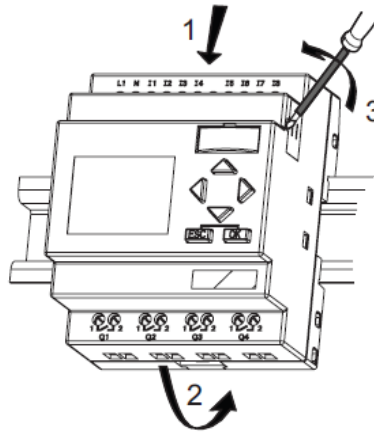

Figura 4.6: Montaje de LOGO
1. Ubicar el LOGO en el panel como se muestra en la Figura 4.6: